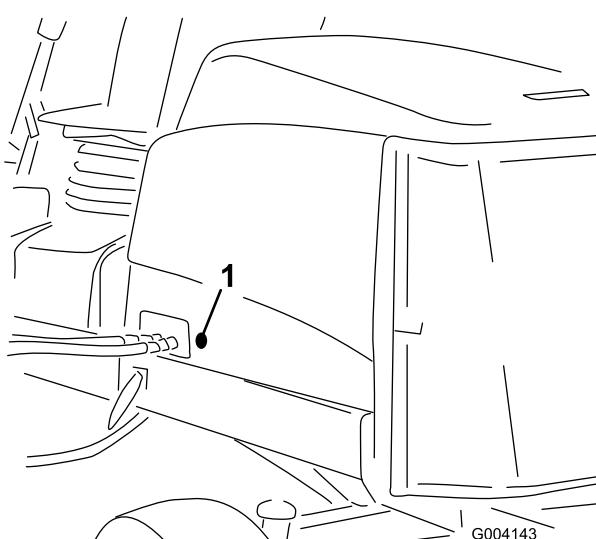

図 17
- フードの左側についているゴム製のハトメを取り外す（図 17）。